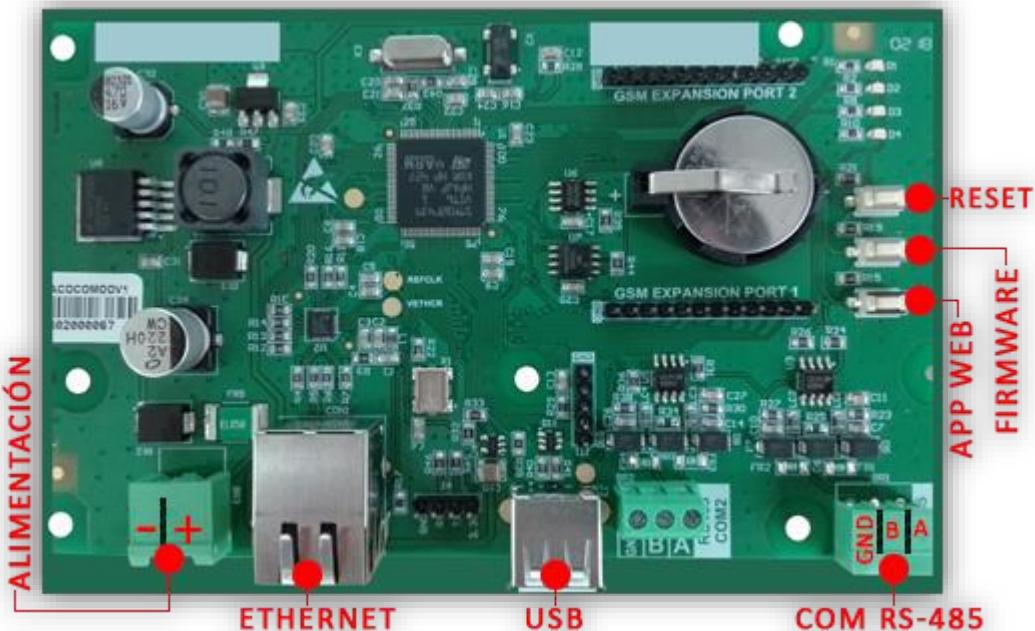

Figura 2. Distribución de los módulos que componen la tarjeta Remote.
La tarjeta Remote se compone de los módulos que se muestran en la Figura 2.
3. Reiniciar la tarjeta, dejando pulsado el botón **Reset** (que se muestra en la Figura 2) durante 3 segundos.
2. En el menú de la central, mantener el puerto (80) dado por defecto desde Cofem y configurar la IP local y la máscara (en caso de que sea necesario) para que estén en el mismo rango que el PC. **Nota:** Consultar la IP y máscara del PC para saber en qué rango se encuentran y si es necesario configurarlos en la central.